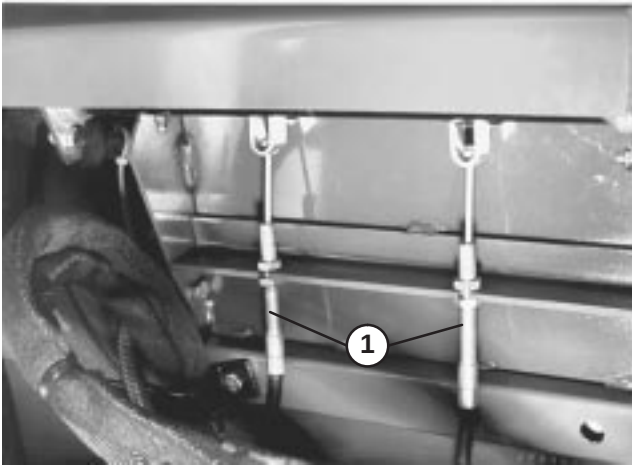

Figure 66
2. Pour réduire la garde aux pédales de frein, serrez les freins en desserrant l'écrou avant sur l'extrémité fileté du câble de frein (Fig. 66). Serrez ensuite l'écrou arrière pour ramener le câble en arrière jusqu'à obtenir une garde aux pédales de frein de 13 à 25 mm. Resserrez les écrous avant une fois que les freins sont réglés correctement.